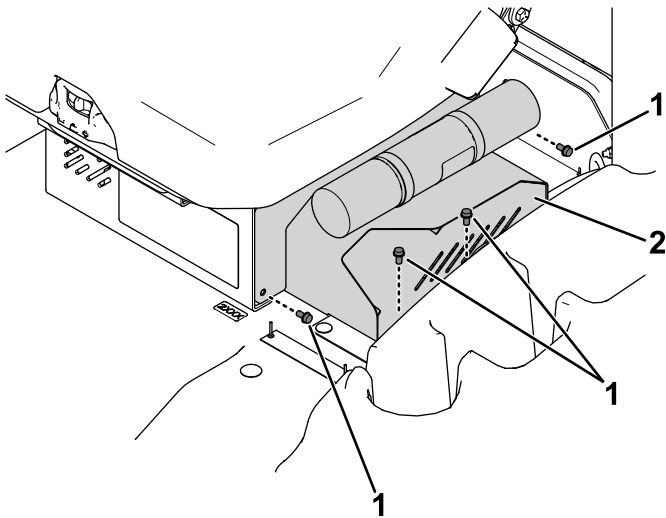

Figure 12
2. Retirez le couvercle du câble du chargeur (Figure 12).
3. Montez le couvercle du câble du chargeur (Figure 12).